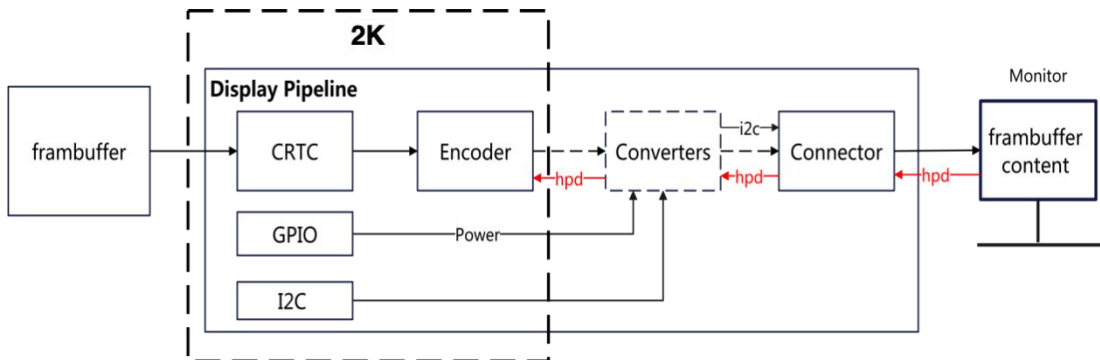

图 2-2 有信号转换芯片的显示器显示管线
**方案二：**需要连接信号转换芯片时，硬件设计约束如图 2-2，要求将 2K2000 芯片的 I2C 连接到转换芯片的 I2C 从接口上，将转换芯片的 I2C 主接口连接到对应的显示接口上。用于通过信号转换芯片实现读取 EDID 和热插拔探测功能。可以使用 2K 芯片上 node GPIO02 来控制转换芯片的复位。在有低功耗需求的场景下对转换芯片的功耗进行控制（不强制）。